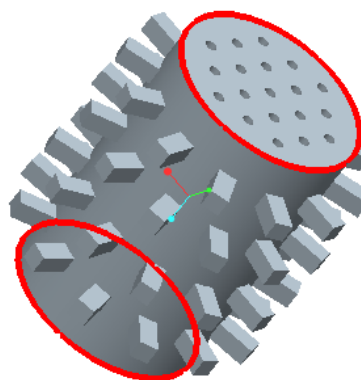

図 13-49 両面の縁を選択
- 両面の縁を選択し、次いで「ラウンドエッジツール」 をクリックする。(図 13-49)